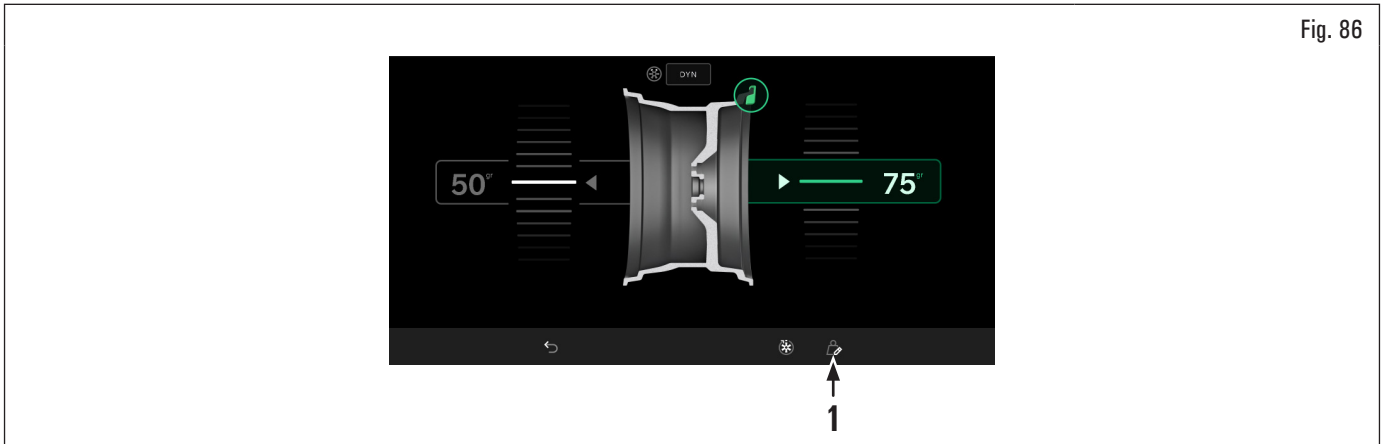

Fig. 86
Pulsar el icono (Fig. 86 ref. 1) para introducir el valor de los pesos a aplicar.